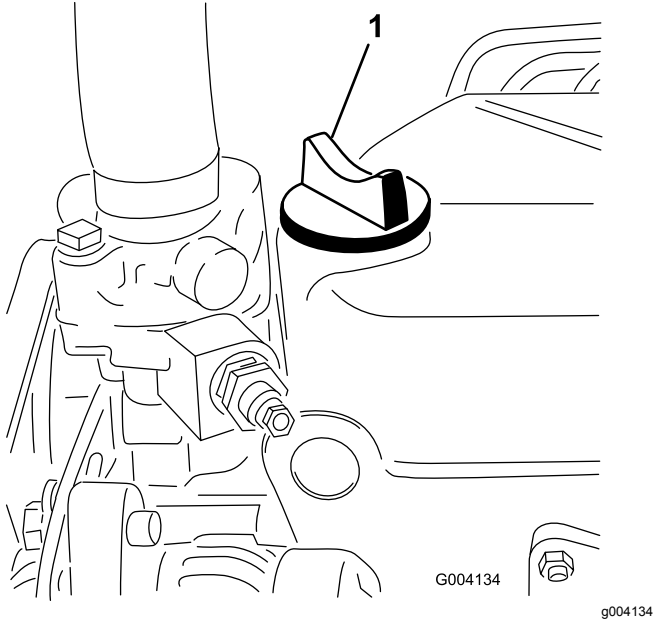

Bild 30
5. Wenn der Ölstand unter der VOLL-Markierung liegt, nehmen Sie den Fülldeckel ab (Bild 30) und gießen genug Öl ein, um den Ölstand bis zur VOLL-Markierung am Peilstab anzuheben.